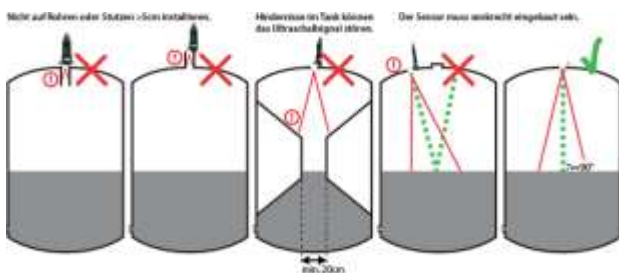

Abb.2
- Setup 3:** Eingabe Tanktyp A/B/C (siehe Abbildung 2)